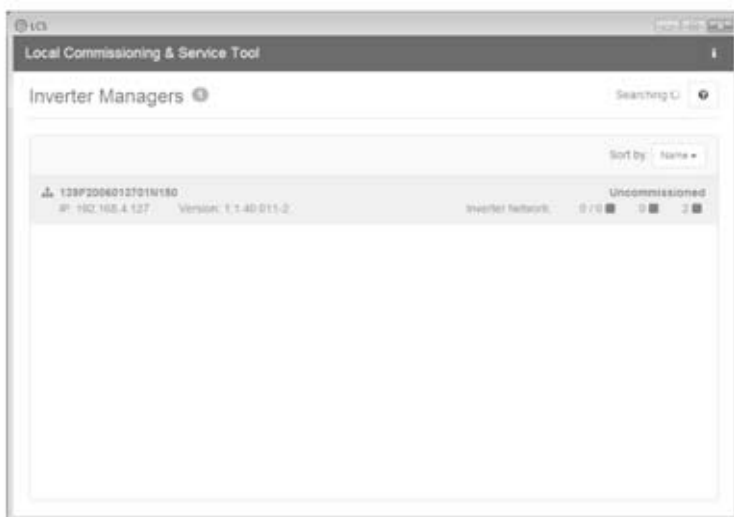

Figure 3.4 : Outil LCS - écran initial
2. L'écran affiche maintenant une liste de tous les appareils SMA Inverter Manager (voir figure 3.4). Pour lancer l'assistant, cliquez sur le SMA Inverter Manager à configurer. En cliquant sur le SMA Inverter Manager à configurer, les onduleurs découverts par celui-ci s'affichent. Les onduleurs non mis en service (aucun code réseau attribué) sont signalés par un carré bleu à côté de leur version de logiciel.